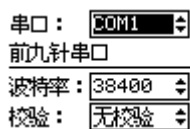

图 4-21 串口子菜单显示界面
(3) 串口参数: 主要完成串口的 “波特率” 和 “奇偶校” 验设置。按方向键及 “+、-” 键, 修改所要设置的参数, 按退出键, 返回到上一级菜单, 如图 4-21 所示界面。